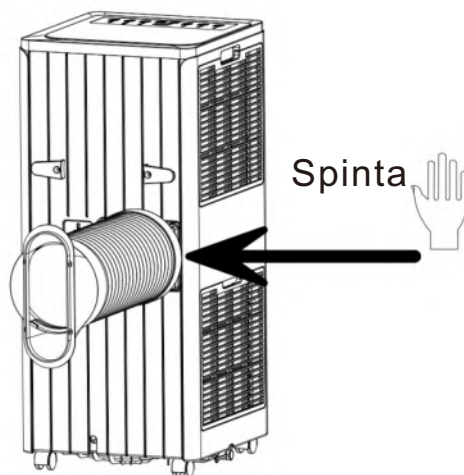

Figura 1
- 2) inserire il gruppo tubo di calore (l'estremità del giunto di scarico) nella fessura di ventilazione del pannello posteriore (spingere verso sinistra) e completare il montaggio (come mostrato nella figura 1).